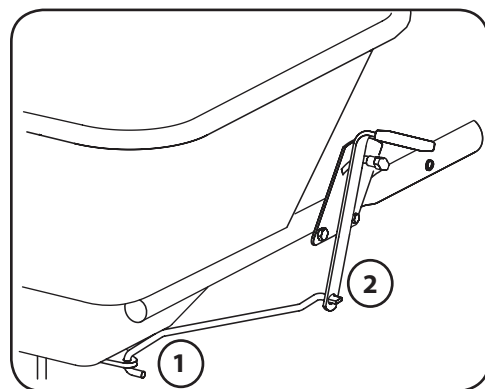

Figure 1-10
10. Insérez, du haut vers le bas, l'extrémité en crochet de la tige de contrôle du débit dans la plaque de restriction (sous la trémie). Voir Figure 1-10 (1).
11. Insérez l'extrémité aplatie de la tige de contrôle du débit dans la poignée de commande. Voir Figure 1-10.